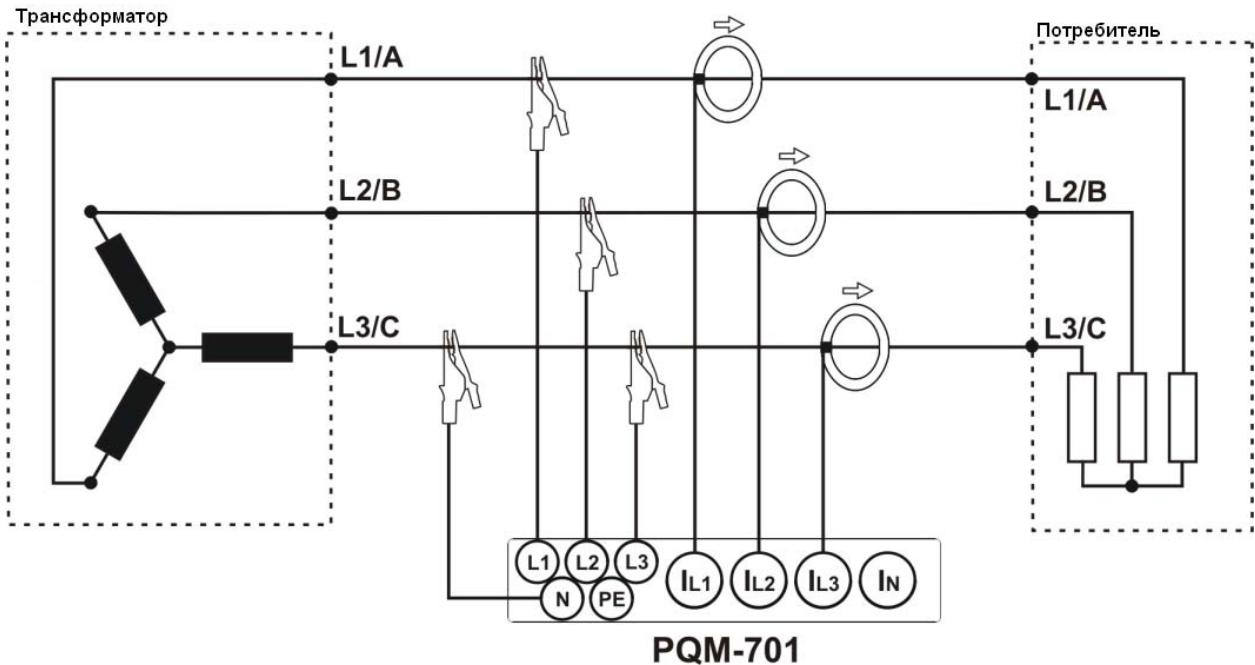
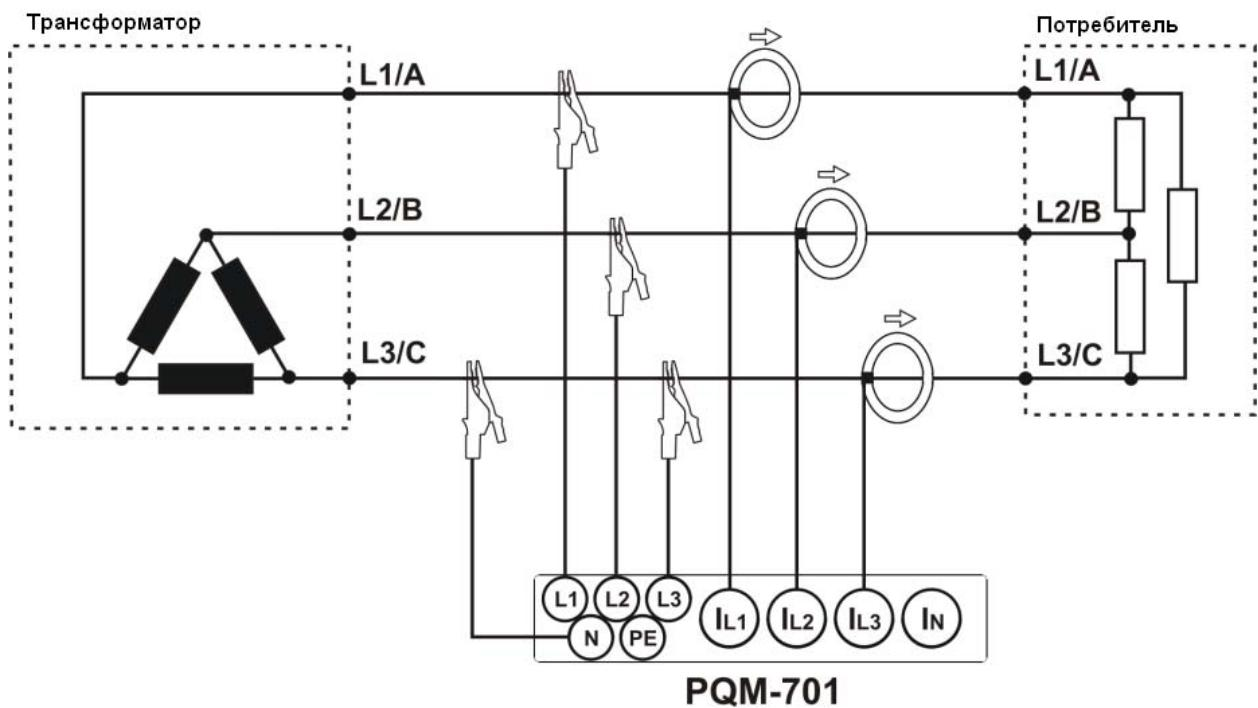
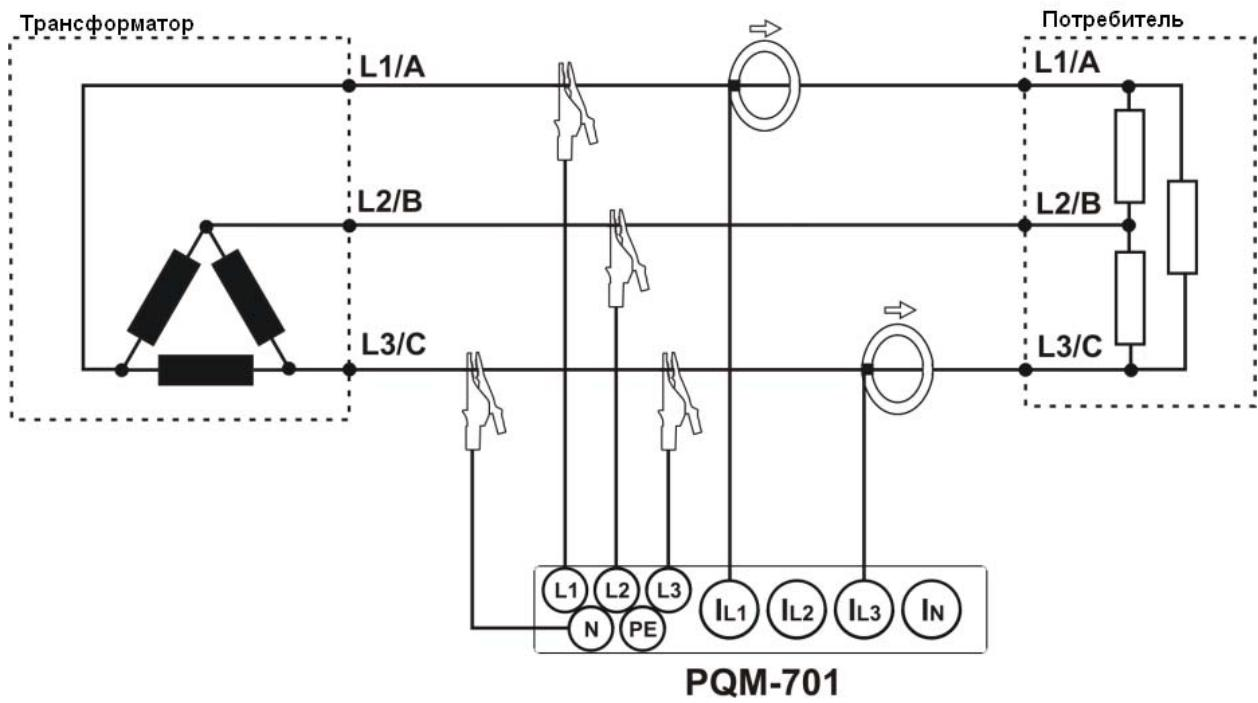
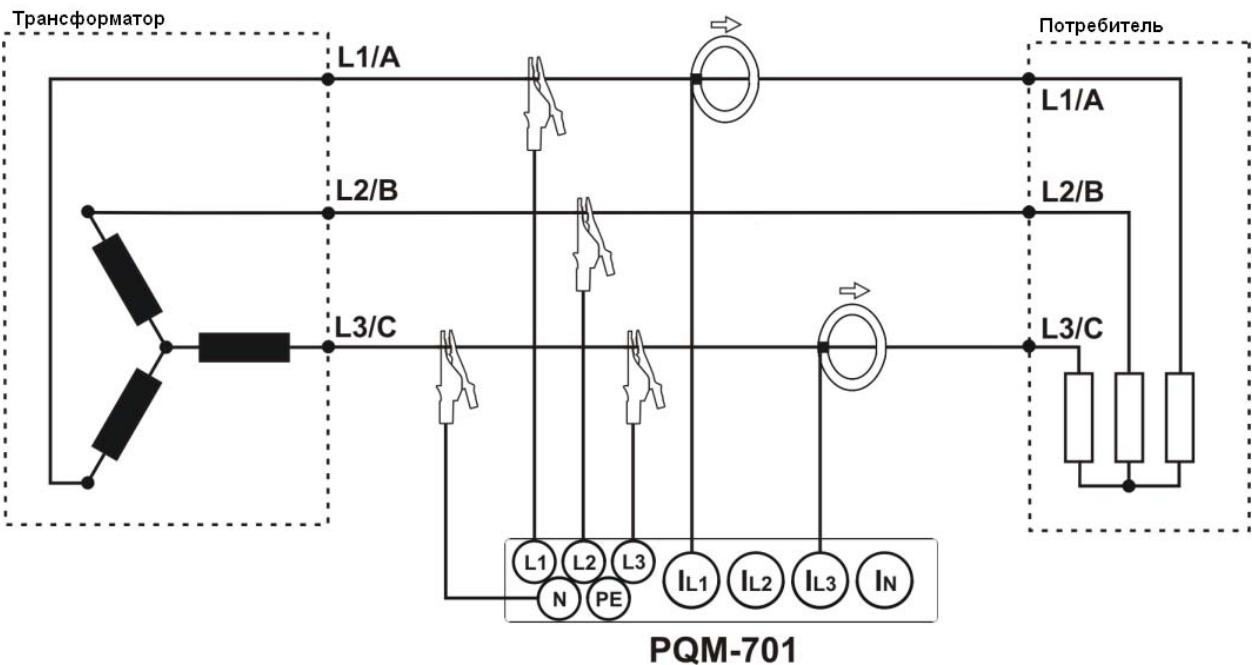

Рис. 5. Схема подключения – Трехфазная трехпроводная ("звезды") (изолированная нейтраль).
Рис. 6. Схема подключения – Трехфазная трехпроводная ("треугольник").
Рис. 7. Схема подключения – Трехфазная трехпроводная ("треугольник" Арана)
Рис. 8. Схема подключения – Трехфазная трехпроводная ("звезды" Арон)
- Трехфазная трехпроводная ("звезда") (изолированная нейтраль) (Рис. 5),
- Трехфазная трехпроводная ("треугольник") (Рис. 6).
Эту методику можно использовать в случае системы типа треугольник (Рис. 7) и звезда без нейтрального проводника (Рис. 8).
Поскольку входы измерения напряжения отнесены к входу N, в системах, где отсутствует нейтральный проводник входы N и L3 анализатора соединены между собой. Это показано на Рис. 5, Рис. 6, Рис. 7 и Рис. 8 (трехпроводные системы типа звезда и треугольник).